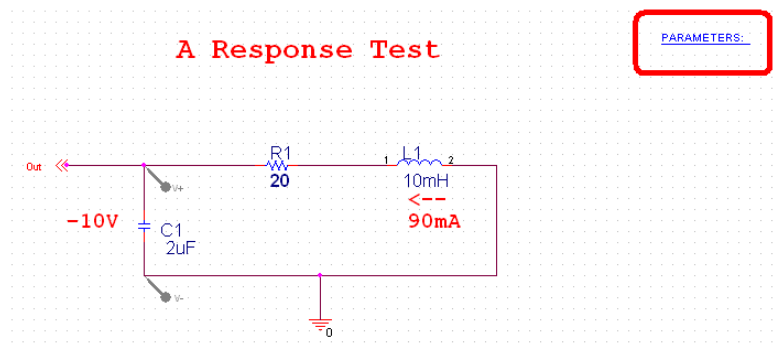

图 23. 全局变量区 PARAMETERS: 已建立
2) 在 SPECIAL.lib 选择 PARAM, OK. 可见图 23.